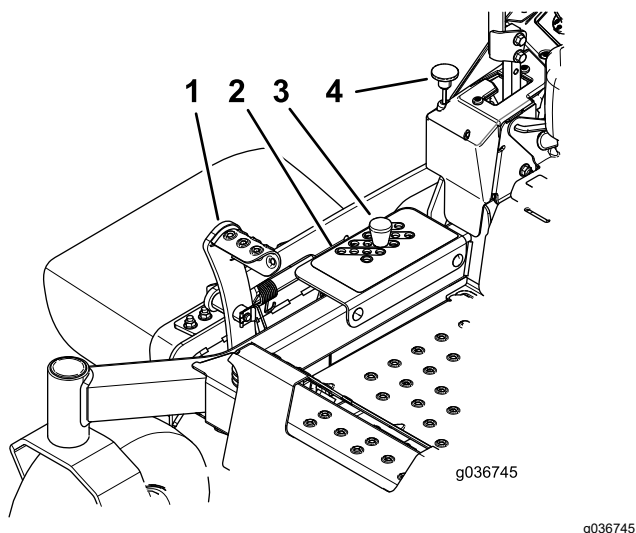

Figure 35
2. Appuyez sur la pédale de levage du tablier avec le pied et élevez le tablier à la position de **TRANSPORT** (qui est aussi la position de hauteur de coupe de 127 mm [5 po]), comme montré à la Figure 35.
3. Retirez l'axe du support de hauteur de coupe (Figure 35).
4. Placez la goupille dans le trou du support correspondant à la hauteur de coupe voulue (Figure 35).